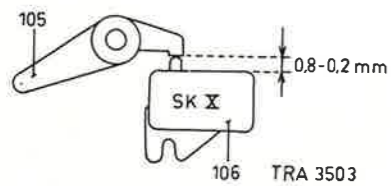

Fig. 11
Regolazione dell'interruttore rete SK-X 106 (fig.11)
- La distanza fra la camma della levetta 105 e il mobile dell'interruttore rete SK-X 106 deve essere 0,8 - 0,2 mm (fig.11).